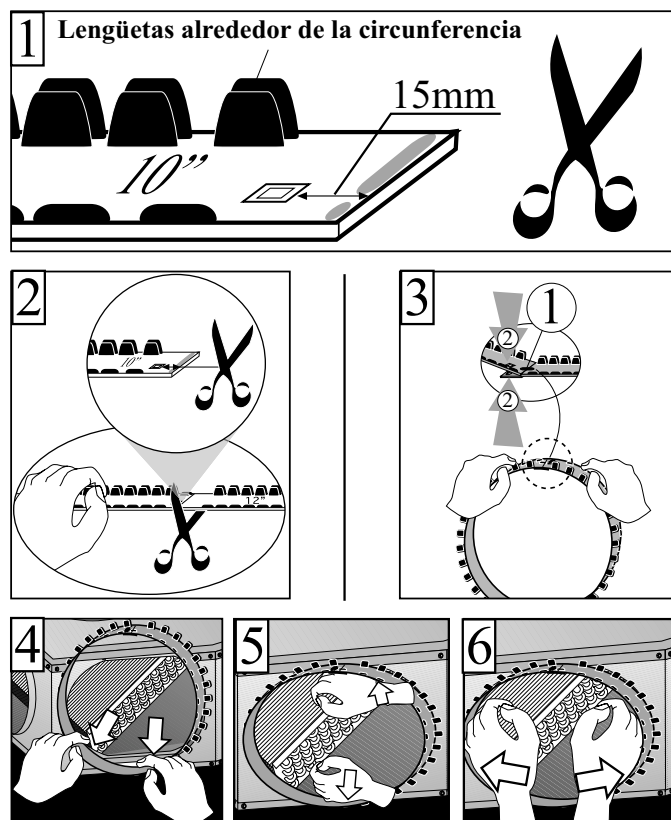

Fig. 10
## Instalación de los Ductos de Tubería Flexible Aislada (Opcional – No incluido con la unidad.) (Fig. 10)
Si es necesario, corte el adaptador de Plástico de acuerdo al diámetro de la salida de aire. El corte debe ser exactamente de 15 mm (0.59") desde el borde de la ventana (agujero). Ver Fig. 10, Sección 1.
- Inserte el adaptador de plástico en la salida de aire, para que las lengüetas alrededor de la circunferencia del adaptador entre en la abertura de la salida de aire. Ver Fig. 10, Sección 4 (se recomienda comenzar por la parte inferior).
- Apriete simultáneamente la parte superior e inferior del adaptador de plástico, luego apriete simultáneamente la parte izquierda y derecha del adaptador de plástico hacia el lado de la unidad. Ver Fig. 10, Sección 5, 6.